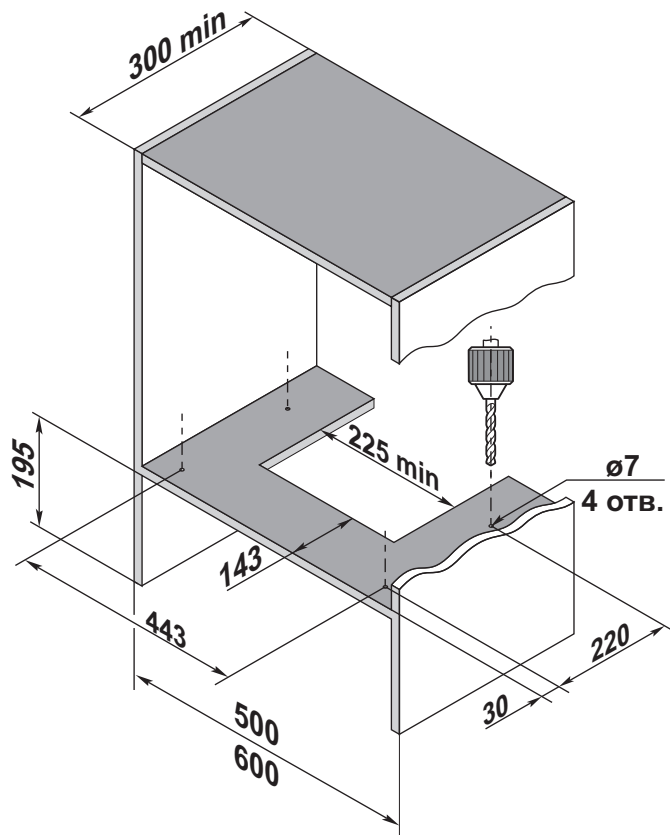

Рис. 4
2. Выполните отверстия в шкафу согласно эскиза установки. (Рис. 4)